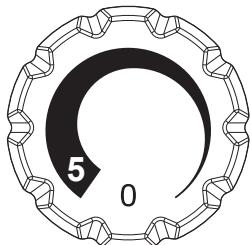

Rys. 8
- Aby w lodówce nie gromadziła się woda, utrzymywać przewód odpływy (Rys. 8) w czystości.
Na tabliczce znamionowej podano maksymalne ilości produktów spożywczych, które mogą być zamrażane (patrz Rys. 8).
(Rysunek 8)